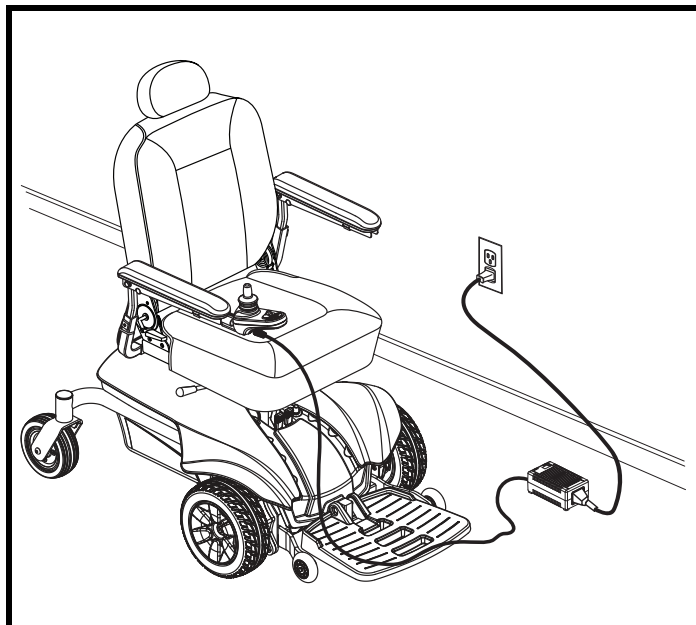

Figure 19. Recharge des batteries
1. Placez l'avant du fauteuil près d'une prise électrique ordinaire. **Voir la figure 19.**
3. Branchez le connecteur à 3-fiches du câble du chargeur externe dans le réceptacle de programmation/chargeur sur le contrôleur. **Voir la figure 19.**